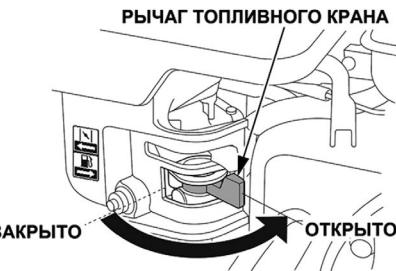

Рис. 11 Топливный кран открыт
1. Откройте топливный кран. Для этого рычаг топливного крана (Рис. 11) установите в крайнее правое положение.